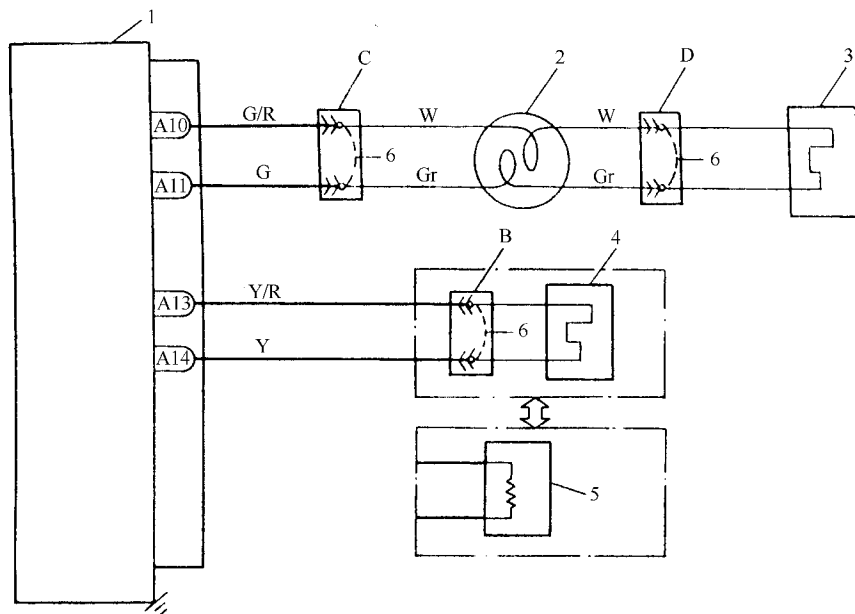
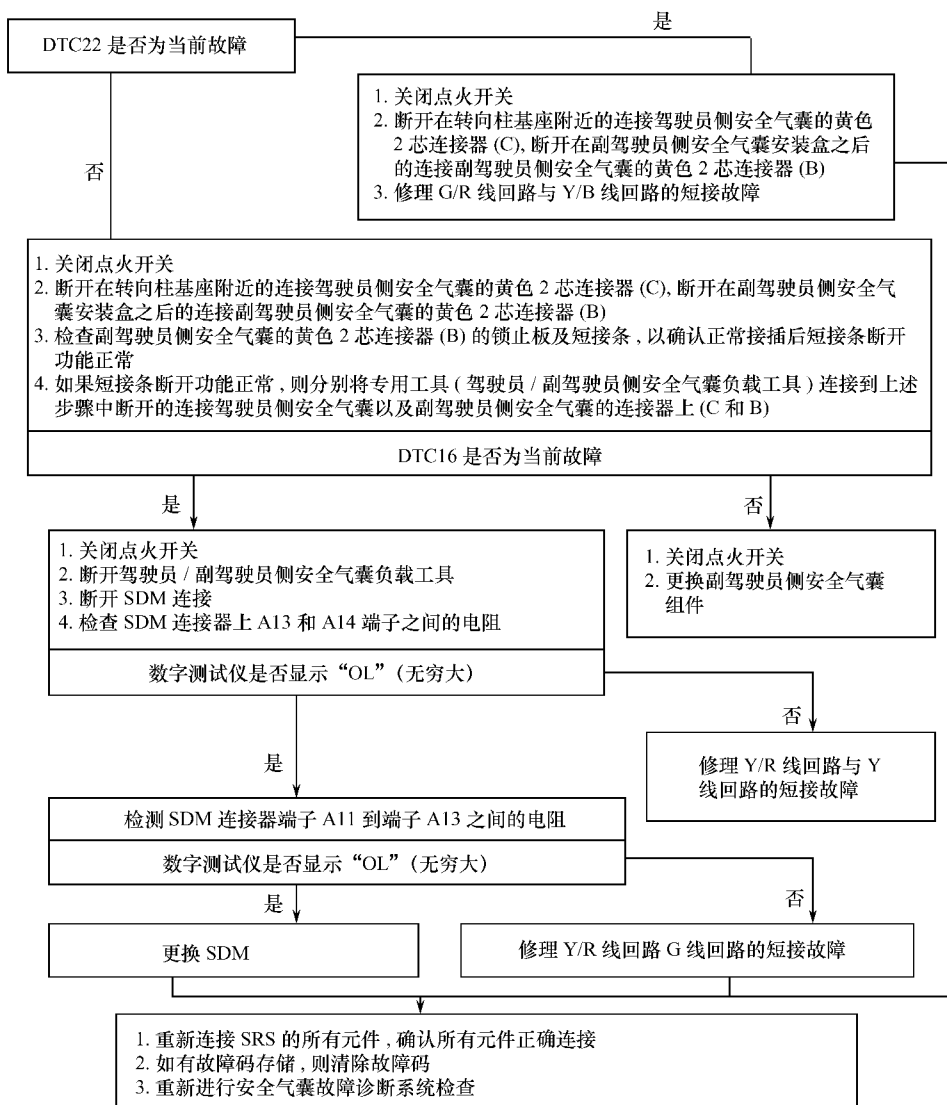
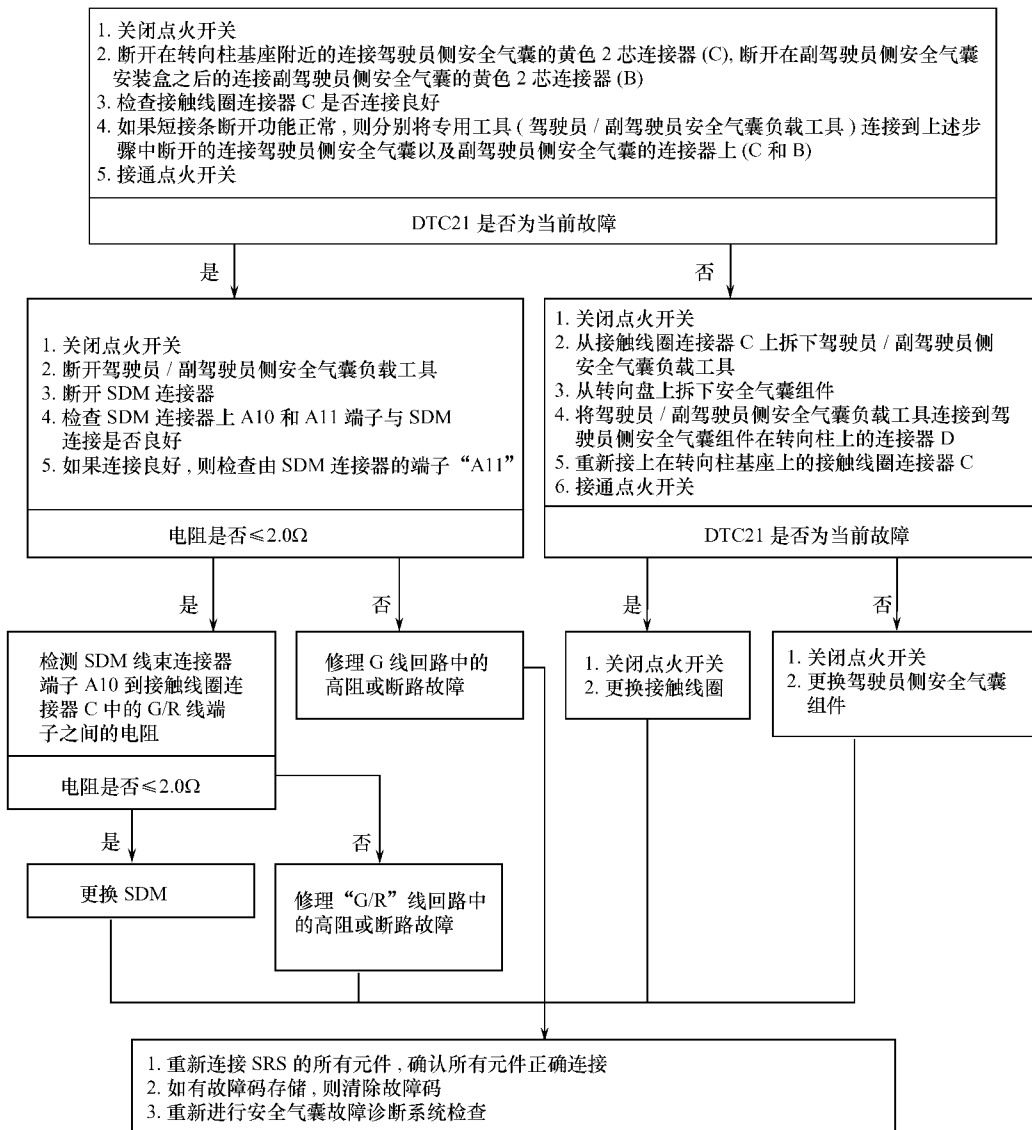
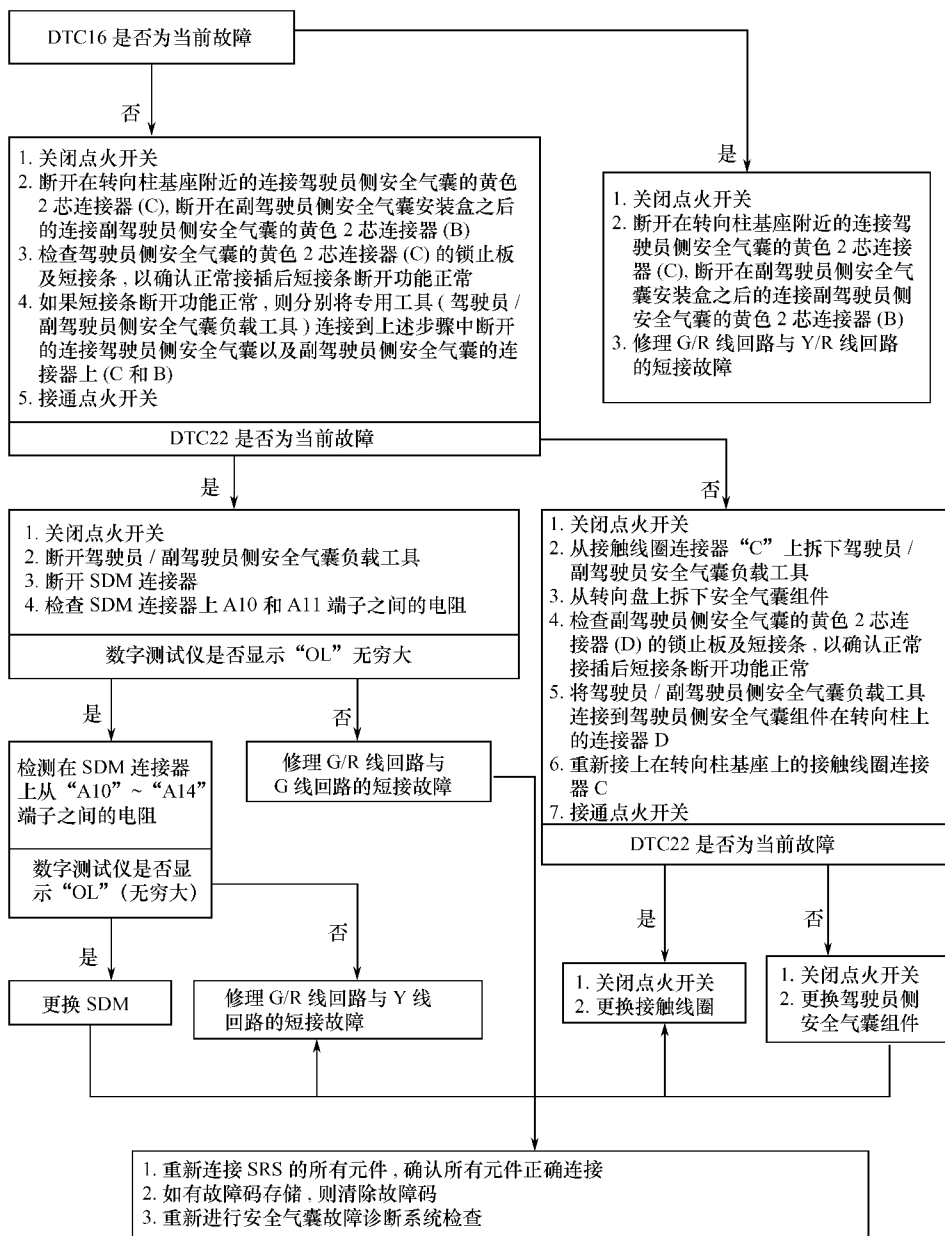

图 4-41 安全气囊控制电路
图 4-43 副驾驶员侧触发回路电阻过低故障检查
图 4-44 驾驶员侧触发回路电阻过高故障检查
图 4-45 驾驶员侧触发回路电阻过低故障检查
(1)安全气囊控制电路,如图 4-41 所示。
控制电路如图 4-41 所示,检查程序如图 4-43 所示。
控制电路图如图 4-41 所示,检查程序如图 4-44 所示。
控制电路图如图 4-41 所示,检查程序如图 4-45 所示。